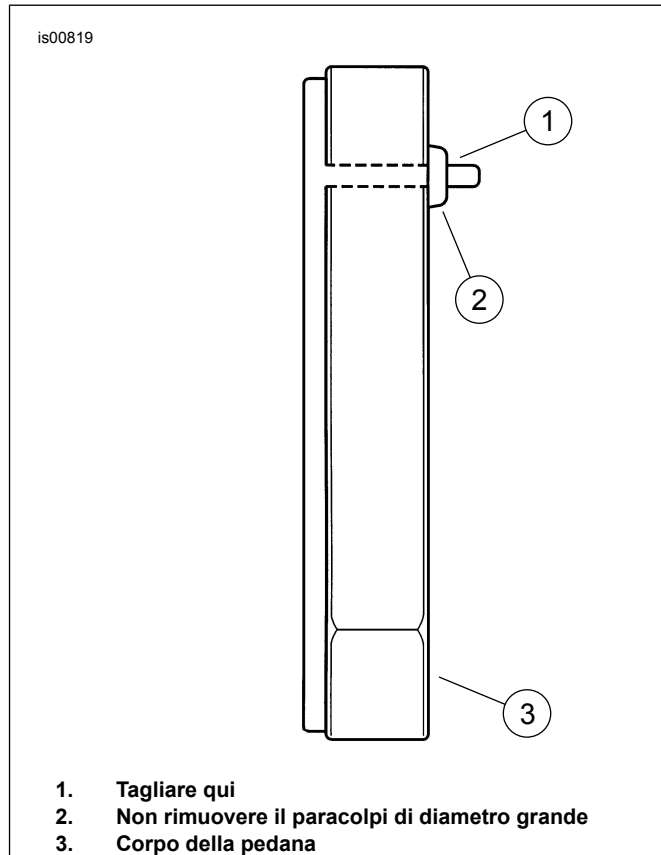

Figura 3. Rimozione della punta dal paracolpi di gomma
3. Fissare correttamente la pedana (5) in preparazione della perforazione della parte inferiore con il trapano. Usando una punta da trapano da 5/32 di pollice di diametro, praticare un foro nella pedana (5) in ciascun punto fatto con il bulino. Prestare attenzione a non forare troppo a fondo, per non danneggiare l'inserto della pedana (6); i fori, tuttavia, devono essere abbastanza profondi da consentire di installare le viti autofilettanti (7) del kit senza arrivare in fondo. Usare un arresto per punte per controllare la profondità (non superare la profondità di 13 mm (1/2 in) in questo caso).
4. Vedere Figura 3. Rimuovere, se presente, con un coltello o con delle forbici, la punta di piccolo diametro eccedente dei paracolpi di gomma che fuoriesce dal pezzo di alluminio della pedana.